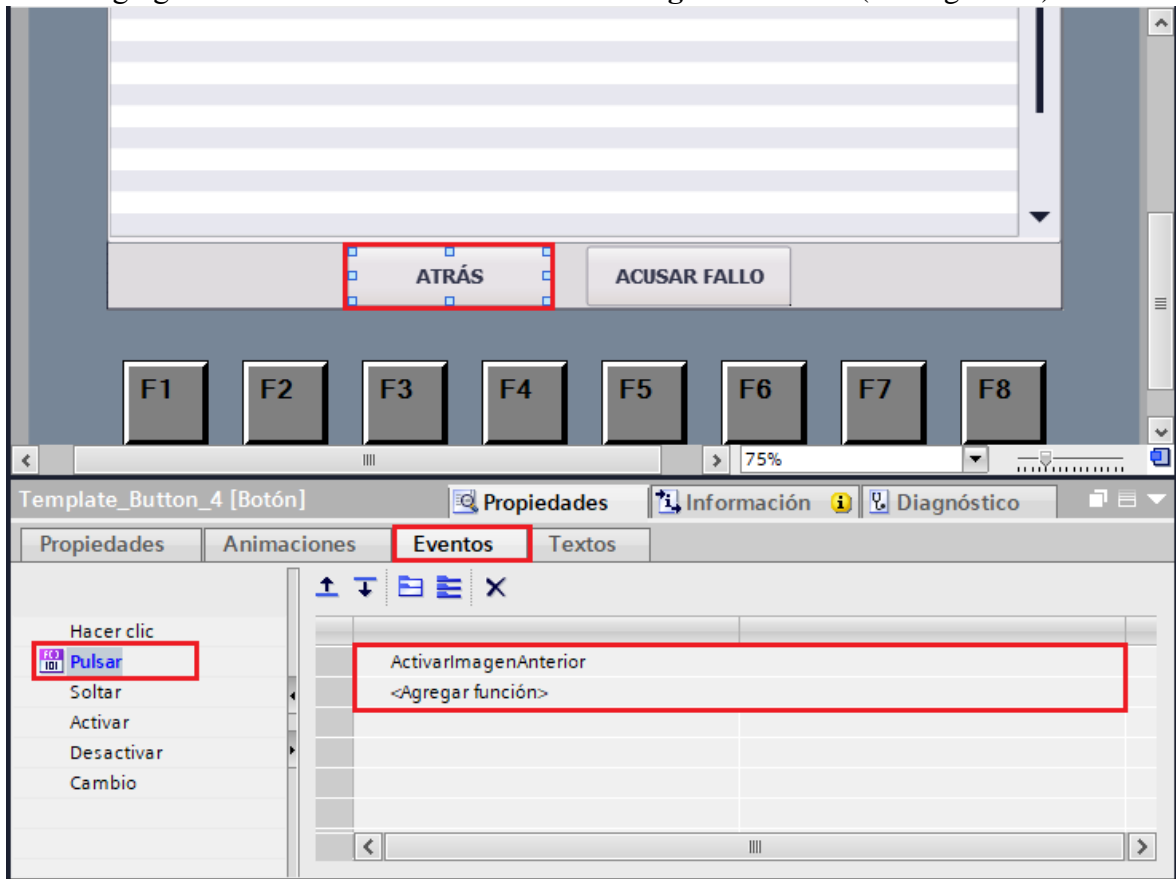

Figura 74. Configuración botón “ATRÁS”.
- En “<Agregar función>” seleccionar “ActivarImagenAnterior” (ver Figura 74).